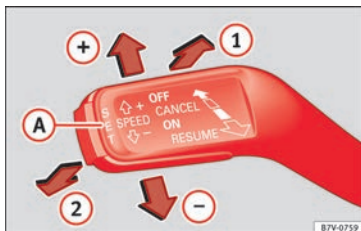

Fig. 46 A la izquierda de la columna de la dirección: conmutador y mandos de manejo del GRA.
- Conectar el GRA: sitúe la palanca en **ON** ① » **fig. 46**. El sistema se enciende, pero no regula por no tener programada ninguna velocidad.
- Activar el GRA: pulse el botón **SET** **A** » **fig. 46**. Memoriza y regula velocidad actual.
- Desconectar el GRA temporalmente: mueva la palanca hasta **CANCEL** ② » **fig. 46** y suéltela o pise el freno o el embrague. La regulación se desconecta temporalmente.
- Conectar el GRA de nuevo: mueva la palanca hasta **RESUME** ① » **fig. 46** y suéltela. La ve-
- Desconectar el GRA: mueva la palanca hasta la posición **OFF** ② » **fig. 46**. Se desconecta el sistema y la velocidad memorizada se borra.